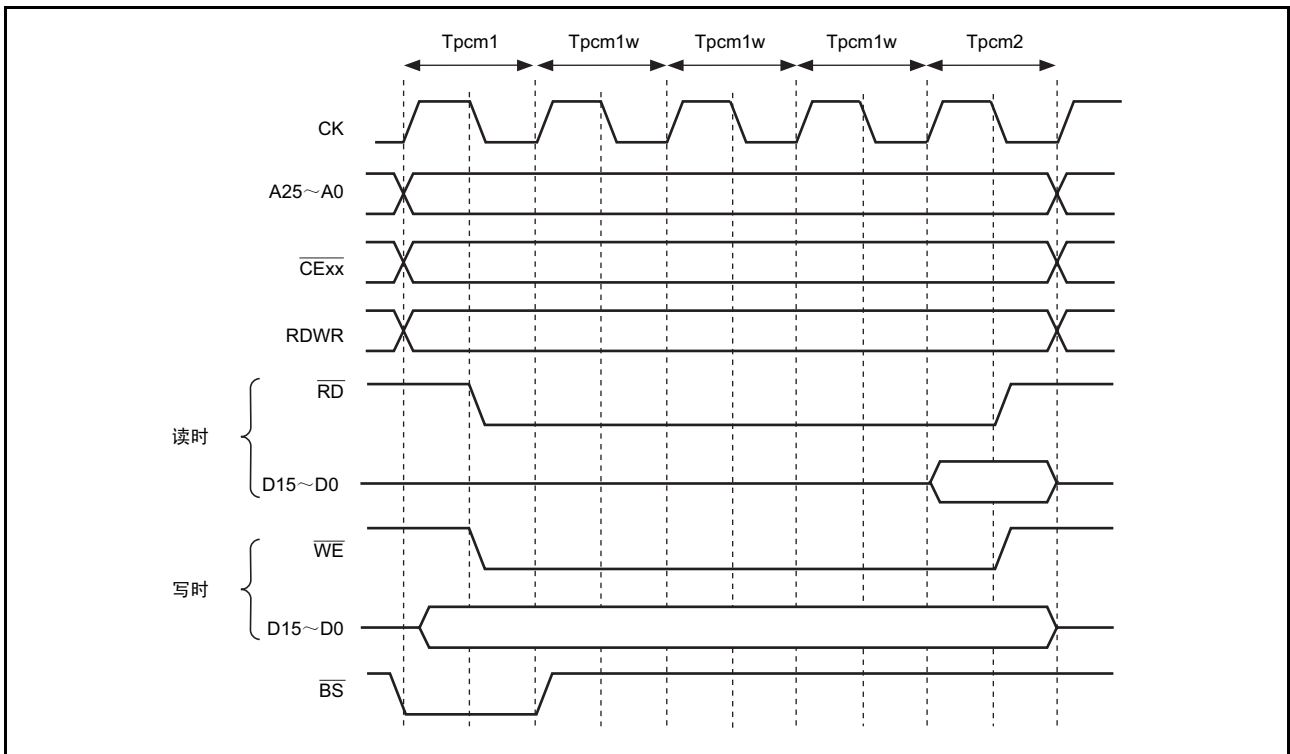
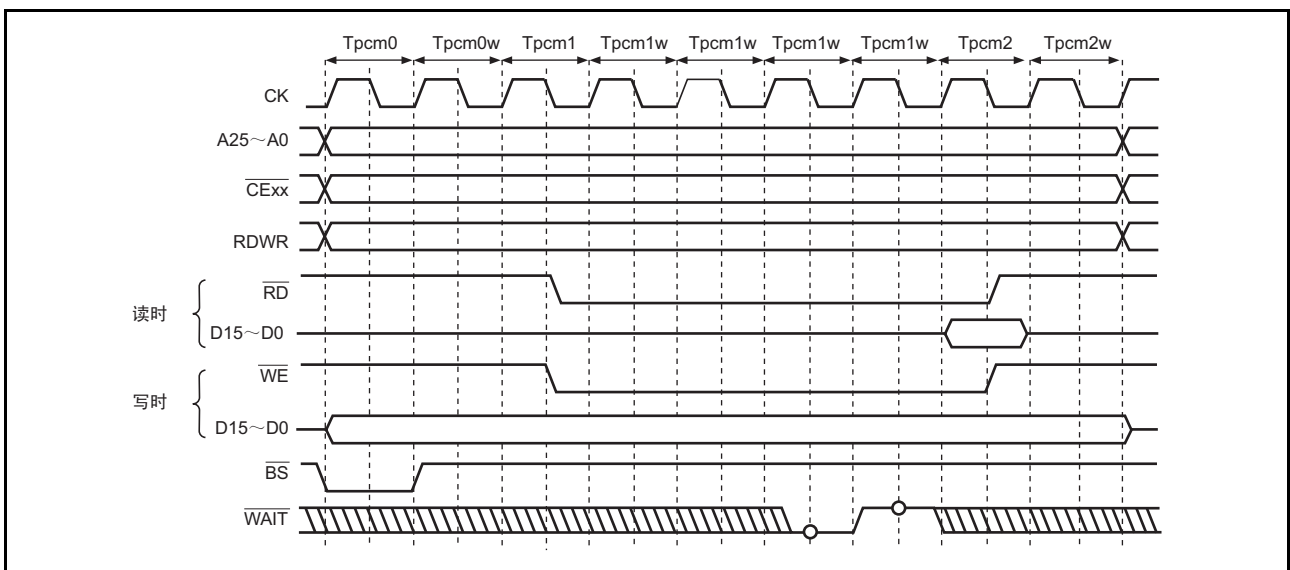

图 9.38 PCMCIA 存储卡接口的基本时序
图 9.39 PCMCIA 存储卡接口的等待时序
(1) 存储卡接口的基本时序
PCMCIA 的 IC 存储卡接口的基本时序如图 9.38 所示。在将区域 5 和区域 6 设定为 PCMCIA 接口的情况下，如果存取各区域的通用存储空间，就作为 IC 存储卡接口自动进行总线的存取。如果外部总线频率 (CK) 变高，对于  $\overline{RD}$  和  $\overline{WE}$ ，地址 (A25 ~ A0)、卡的允许信号 ( $\overline{CE1A}$ 、 $\overline{CE1B}$ 、 $\overline{CE2A}$ 、 $\overline{CE2B}$ ) 以及写周期中的写数据 (D15 ~ D0) 的准备时间和保持时间就会不足。因此，本 LSI 能通过 CS5WCR 或者 CS6WCR 寄存器，分别给物理空间的区域 5 和区域 6 设定准备时间和保持时间。另外，和通常空间接口一样，能进行软件等待以及通过 WAIT 引脚进行硬件等待。PCMCIA 存储卡的总线等待时序如图 9.39 所示。